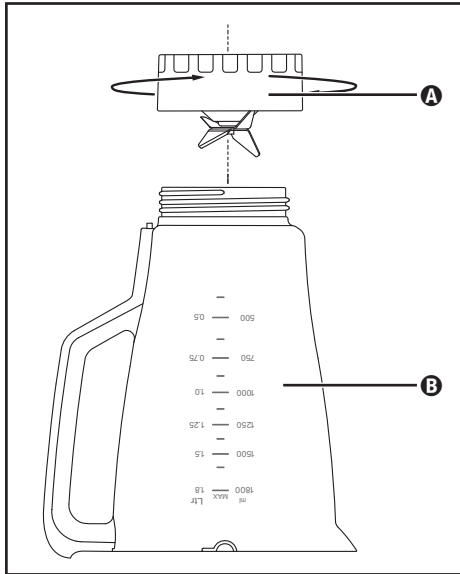

Fig. 3
- 2) Coloque o aparelho de cabeça para baixo e rode a peça **A** no sentido contrário ao dos ponteiros do relógio, de modo a que esta possa soltar-se do recipiente **B** (ver fig. 3).